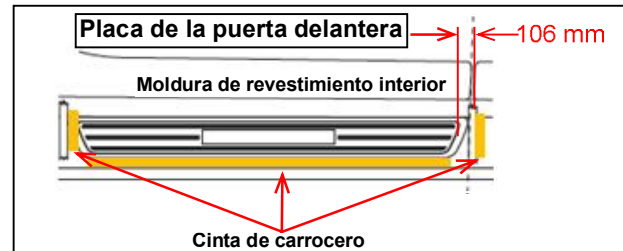

FIGURA 2
2. Antes de retirar el recubrimiento protector, coloque las piezas en la posición correcta (figura 2) y utilice cinta de carrocerero para marcar la posición.